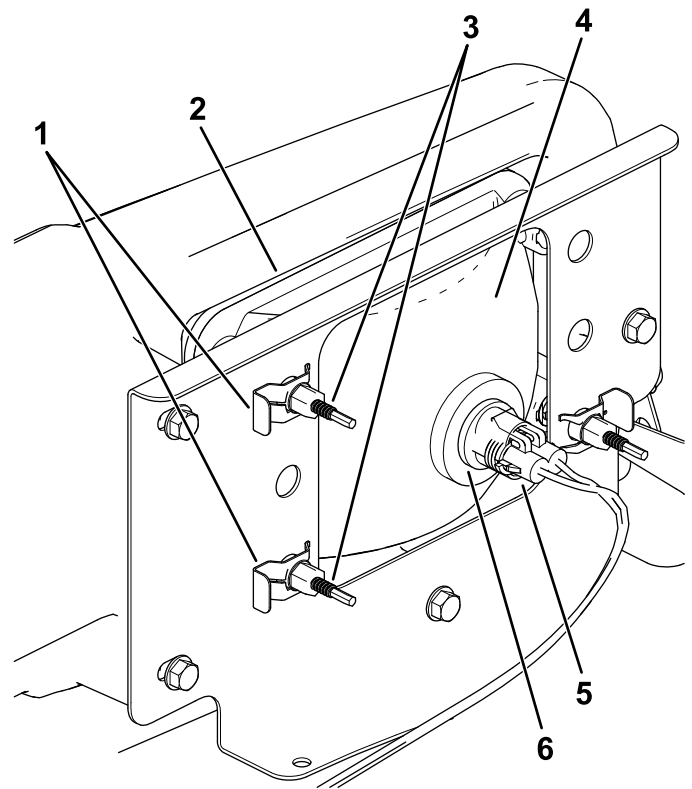

Figura 43
3. Desligue o conector elétrico para a cablagem do conector do conjunto da lâmpada (Figura 43).
4. Retire os cliques rápidos que fixam o farol ao respetivo suporte (Figura 43).
5. Retire o conjunto do farol movendo-o para a frente através da abertura no pára-choques dianteiro (Figura 43).
6. Instale o novo farol através da abertura no pára-choques (Figura 43).
8. Ligue o conector elétrico para a cablagem ao conector do conjunto da lâmpada (Figura 43).
5. Na parte traseira do conjunto de faróis, rode os parafusos de ajuste (Figura 43) para inclinar o conjunto dos faróis e alinhar a posição do feixe.